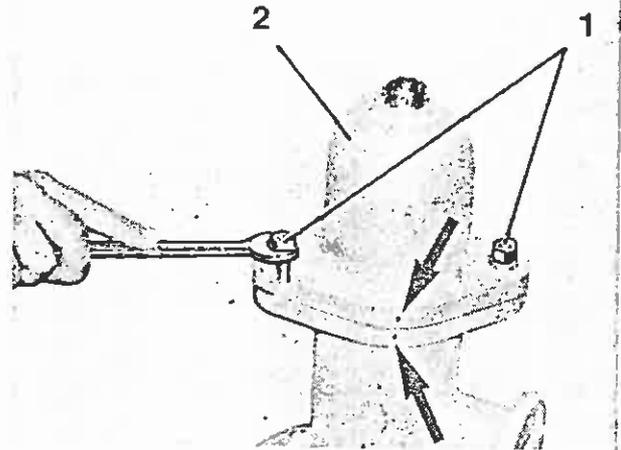

Bild 110.1
2.2 Sechskantmuttern (Bild 110.1/1) lösen, Glocke (Bild 110.1/2) des Ausgleichkolbens verdrehen und Glocke mit Kolben aus dem Dosiergehäuse herausziehen.
Glocke mit Kolben so einbauen, daß die Markierungen (Bild 110.1/Pfeile) übereinanderstehen.